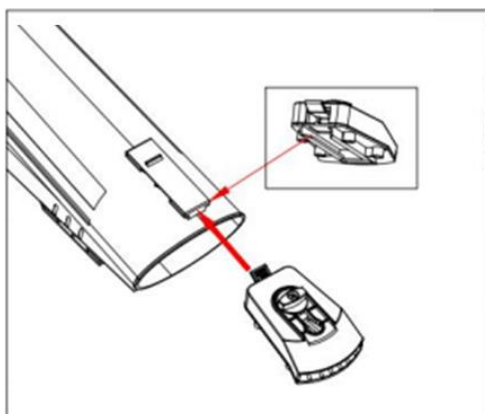

Fig. 4
- Una volta completamente assemblati, fissare il rastrello (10) e le ruote guida (11) sul tubo basso. (Fig. 4 e 5)